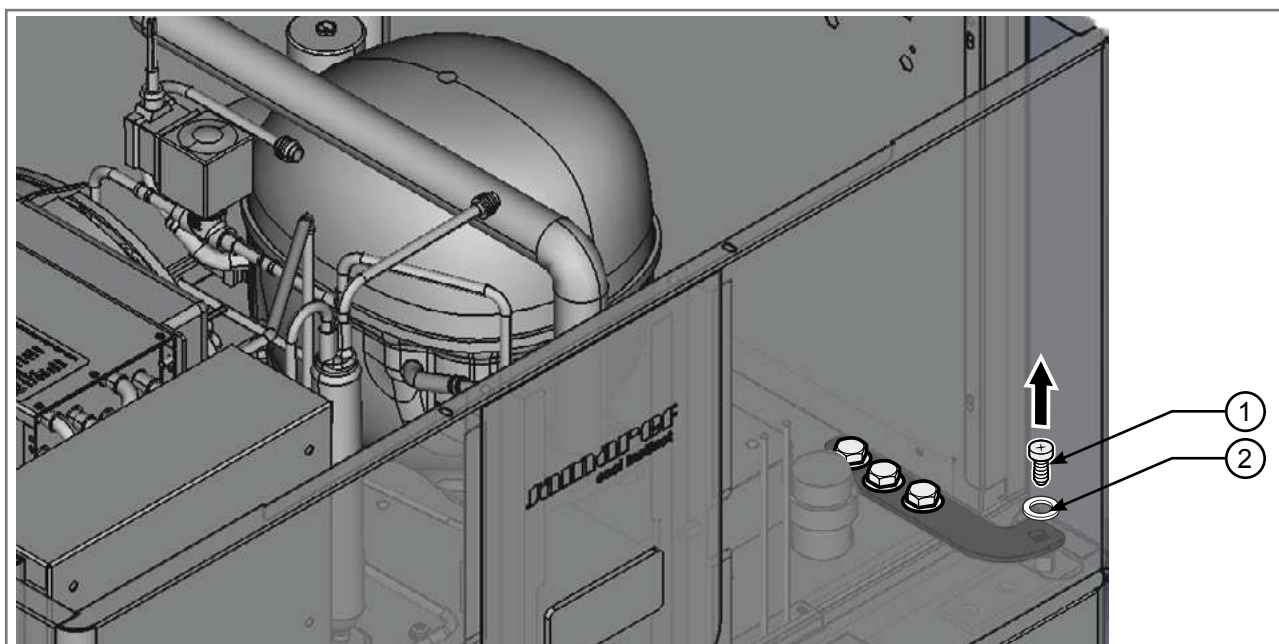

Abb. 3.15 - Schraube und Unterlegscheibe
- Lösen Sie die Schraube der oberen Türangel (1 – Abb. 3.15)
- Die Unterlegscheibe (2 - Abb. 3.15) entfernen.